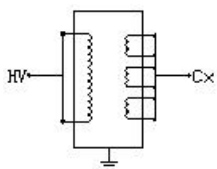

图 6-1 PT 接法
- (1)：正接法、电压为 2KV、一次侧对二次侧、接线见图 6-1